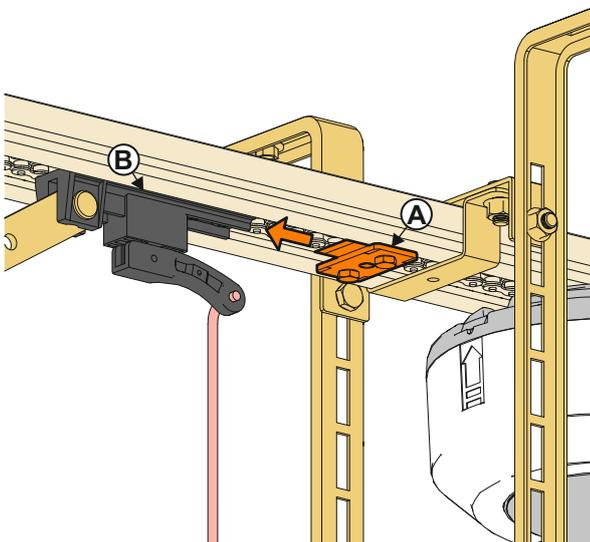
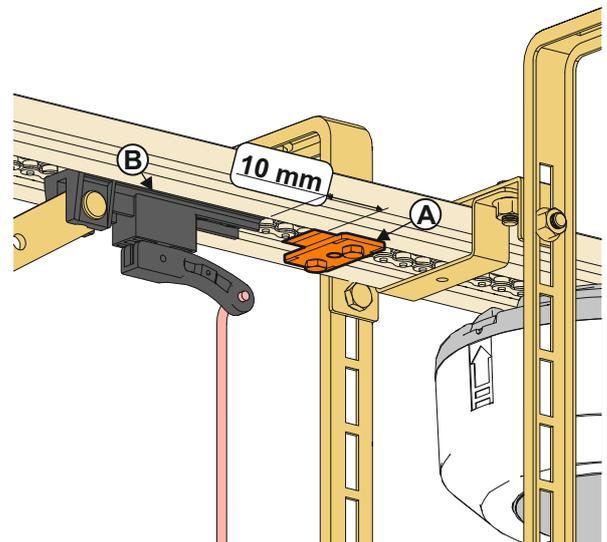

Fig 1.
Fig 2.
5.2.3- Ajustez et serrez la butée mécanique (A), à environ 10 mm du chariot du rail moteur (B) illustré à la figure 2.
Durant la programmation du fin de course, sur la position de fermeture le rail du moteur **NE DEVRA PAS** avoir de courbure (fig 2), devant se maintenir droit sans aucune déformation (fig 1).